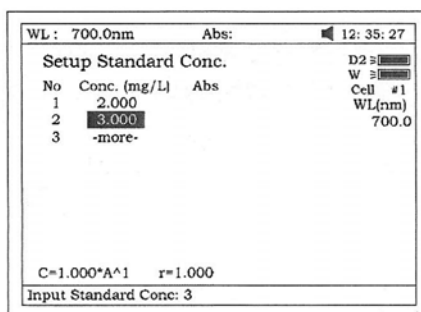

Fig 31
- Ingrese las concentraciones estándar de muestras empleando el teclado numérico seguido de **[ENTER]**. Presione **[↑]** o **[↓]** para modificar los datos ingresados (Fig 31).